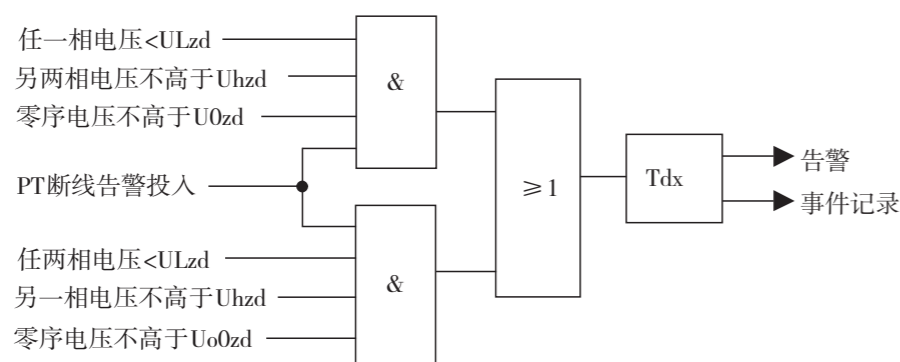

图14-1 PT断线告警保护逻辑框图
YZ100-PT(B) PT交流原理图（附图14-1）；
附图14-1: YZ100-PT(B) PT交流原理图